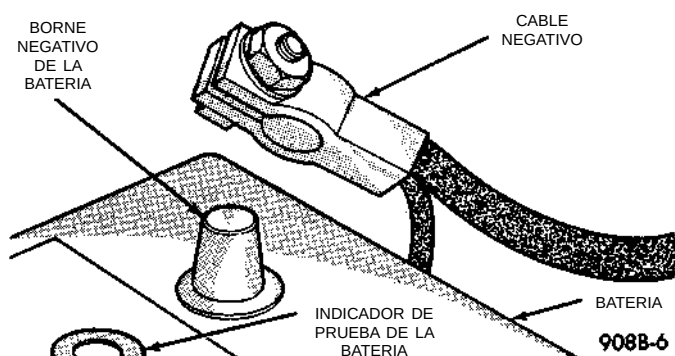
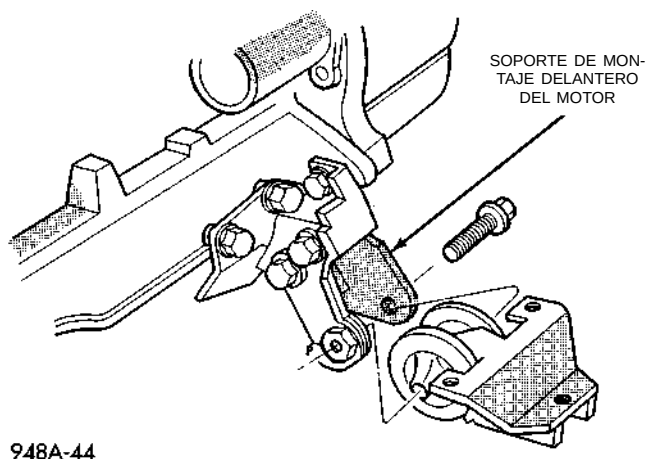
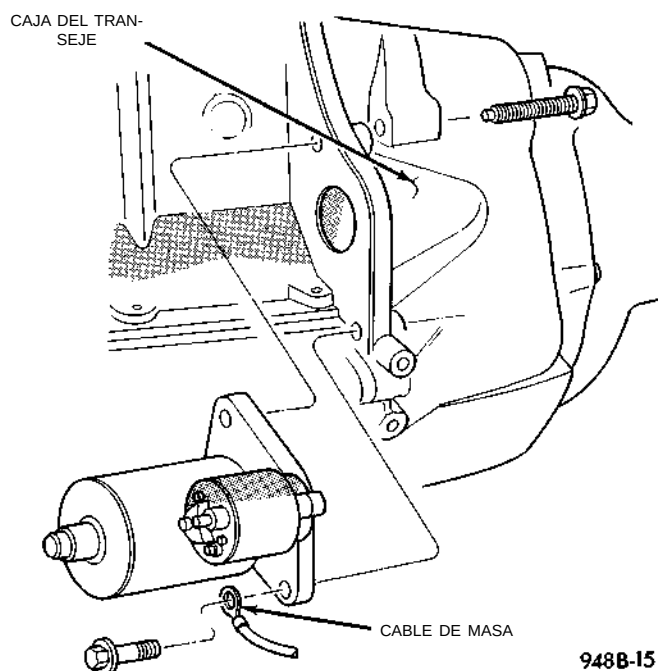
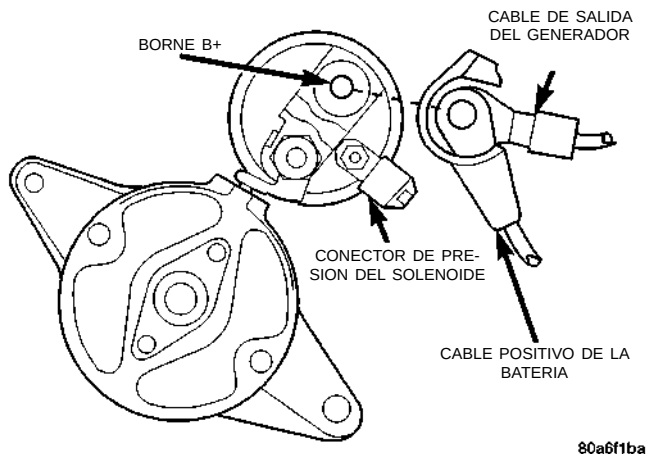

Fig. 8 Desmontaje e instalación del cable de batería
Fig. 9 Desmontaje del perno de instalación delantero del motor
Fig. 10 Desmontaje del motor de arranque
Fig. 11 Conexión de cable
- (1) Desconecte el cable negativo de la batería (Fig. 8).
- (2) Eleve el vehículo.
- (3) Vehículos con A/A instalado:
- (b) Retire el perno de instalación delantero del motor del aislador y el soporte de montaje del travesaño de falso bastidor (Fig. 9).
- (4) Para que el servicio sea más fácil, no retire esta vez el cableado del motor de arranque.
- (5) Retire los dos pernos que fijan el motor de arranque a la caja de transmisión (Fig. 10).
- (6) Retire el conjunto de motor de arranque/sole-noide del motor de arranque de la caja de transmisión. Emplace el motor de arranque para lograr el acceso a los conectores del cableado.
- (7) Retire la tuerca del cable positivo de la batería y retírelo del motor de arranque junto con el cable de salida del generador (Fig. 11).
- (8) Desconecte el conector de presión del solenoide.
- (9) Emplace el motor de arranque en forma vertical, de modo tal que el extremo del piñón mire hacia abajo.
- (10) Retire el motor de arranque por la parte inferior del vehículo. Si es necesario, aparte las tuberías del A/A.
- (1) Limpie la corrosión y suciedad del cable y terminales de cable antes de instalar el cableado en el solenoide.
- (2) Conecte el cable positivo de la batería y el de salida del generador en el borne del solenoide del motor de arranque (Fig. 11).
- (4) Emplace la cara del motor de arranque en la caja de transmisión. Sostenga el motor de arranque en la guía y comience a apretar el perno superior (Fig. 10).
- (5) Conecte el cable de masa al perno de instalación inferior y comience a apretarlo.
- (6) Asegúrese de que el motor de arranque esté alineado correctamente antes de apretar los pernos de instalación del motor de arranque con una torsión de 54 N·m (40 lbs. pie).
- (7) Vehículos con A/A instalado:
- (b) Instale el perno de instalación delantero del motor a través del aislador y soporte de montaje delantero del travesaño de falso bastidor (Fig. 9).
- (8) Baje el vehículo y conecte los cables de la batería.